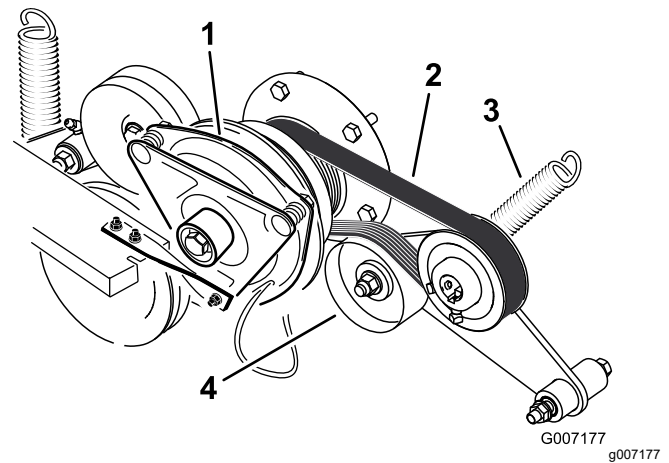

Bild 93
3. Entfernen Sie die Feder vom Spannarm (Bild 93).
4. Legen Sie einen neuen Riemen um die Riemenscheibe des Motors und der Hydraulikpumpe (Bild 93).
6. Haken Sie die Feder wieder in den Spannarm ein (Bild 93).